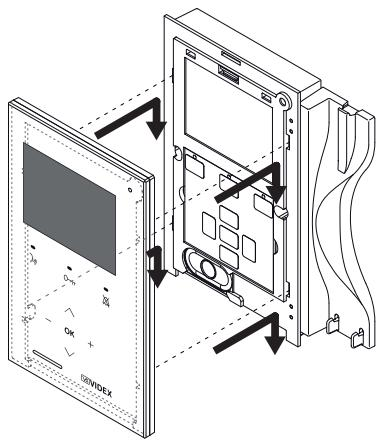
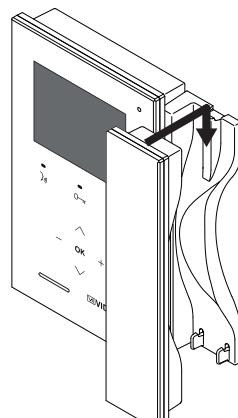

Fig. 4a
Fig. 4b
4. Fissato il videocitofono a parete, avvicinare la placca frontale al videocitofono inserendo i 4 ganci nelle rispettive fessure quindi fissare la stessa spingendola verso il basso come mostrato in **Fig. 4a** e agganciare la cornetta come mostrato in **Fig. 4b**;
- Rimuovere la placca frontale procedendo al contrario di come mostrato nelle **Fig. 4 e Fig. 4a**;
- Agganciare la placca come mostrato nelle **Fig. 4 e Fig. 4a** prima che si spenga il display;